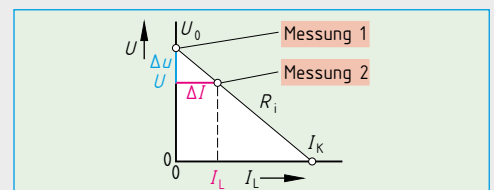

**Bild 1: Messschaltungen zur Bestimmung des Innenwiderstands einer Spannungsquelle**
a) Die Leerlaufspannung  $U_0$  der Spannungsquelle wird ermittelt (**Bild 1 a**). Die Spannungsquelle wird mit  $R_L$  belastet und für diesen Lastfall wird der Laststrom  $I_L$  und die Klemmenspannung  $U$  gemessen (**Bild 1 b**). Somit kann man  $R_i$  mit der Delta-Methode ermitteln (**Bild 2**).